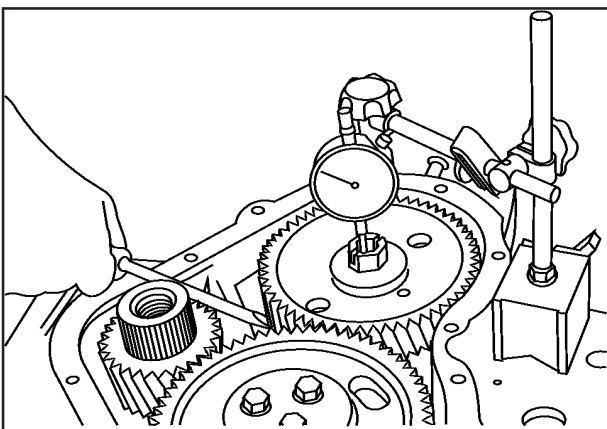

FIG 21
17. Verifique a folga axial da árvore de comando das válvulas com o relógio microcomparador: padrão 0,10 a 0,41 mm; máxima para serviço 0,51 mm **Fig. 21.**